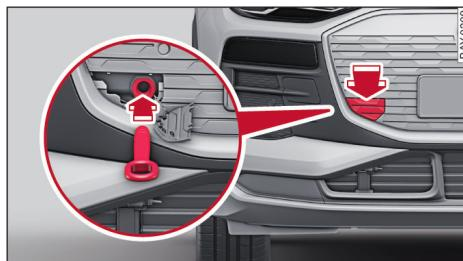

图 138 前保险杠：旋入拖车环
- ▶ 短促有力地向内按封盖 \Rightarrow 图 138。封盖从保险杠上自行脱开。